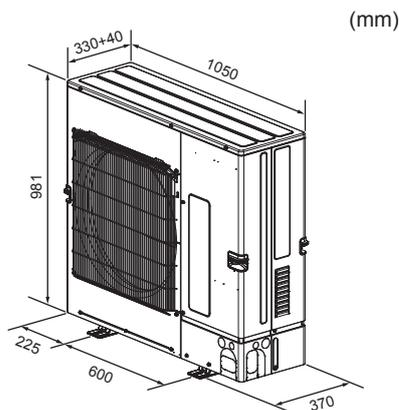

Fig. 2-3
2.3. Dimensiones exteriores (Unidad exterior) (Fig. 2-3)